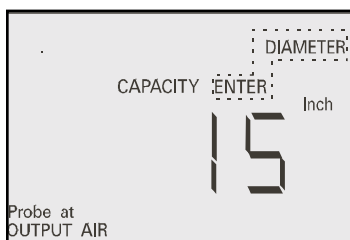

Fig. 16
5.5.6 Pour mesurer les grilles rondes – A l'étape 5.5.3, appuyez sur ENTER pendant plus de 2 secondes jusqu'à ce que DIAMETER (diamètre) s'affiche en clignotant sur l'écran LCD. (Fig.16)